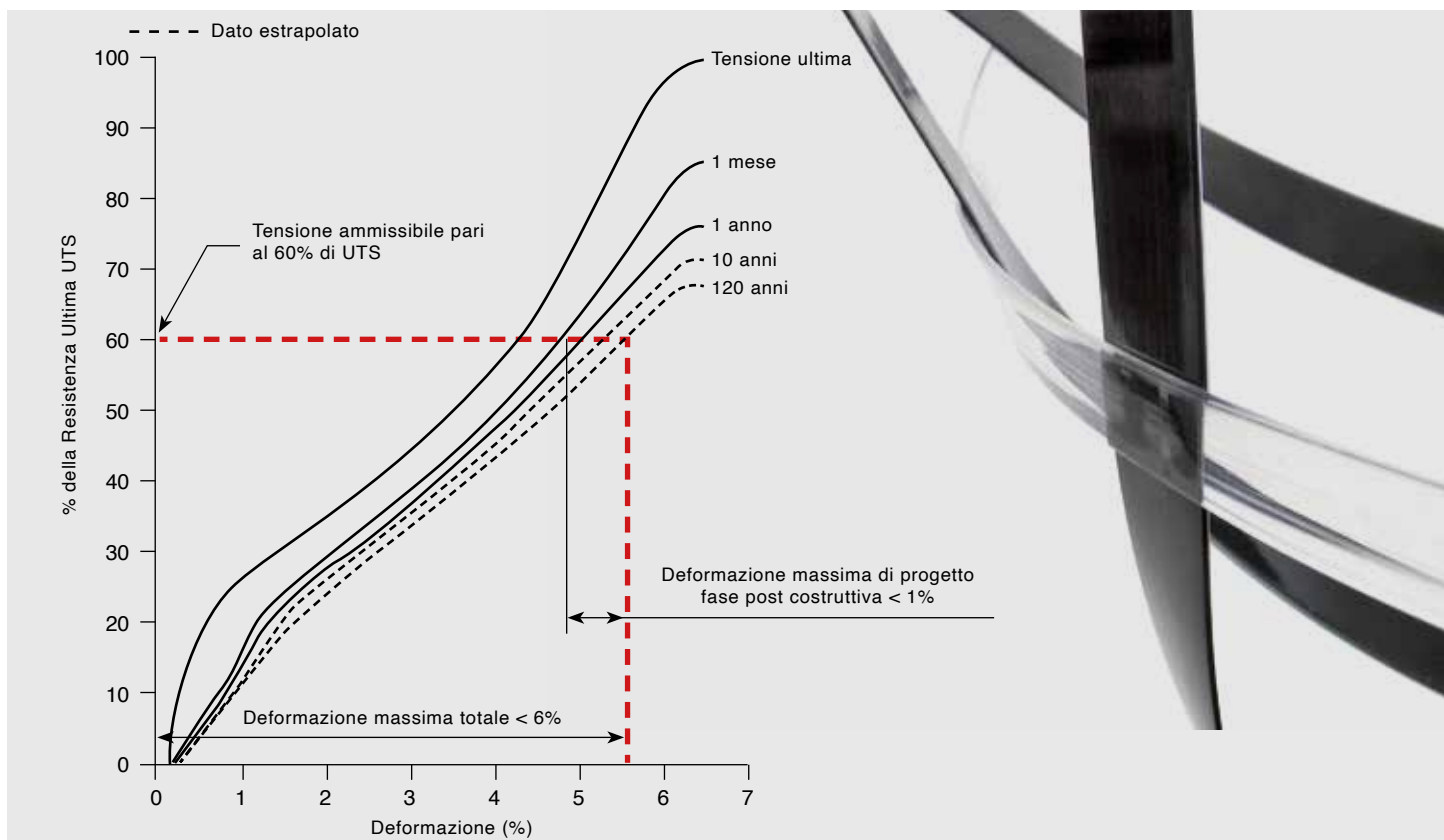

Fig. 2: Curve isocrone **Enkagrid® PRO**: esempio di valutazione della deformazione totale ed in fase post costruttiva
Le caratteristiche meccaniche a breve termine di un rinforzo costituiscono un punto di partenza essenziale per il suo dimensionamento. Per conoscere però quale sarà il suo comportamento nel medio/lungo termine è essenziale avere a disposizione le sue specifiche "curve isocrone". Tali curve consentono di individuare con chiarezza il comportamento nel tempo di una specifica geogriglia e quindi comprendere il suo livello qualitativo e la sua affidabilità. Esaminando il grafico di fig. 2 si può osservare come l'**Enkagrid® PRO** presenti una bassa deformazione complessiva ed una bassissima deformazione post costruttiva.
- (P_c): resistenza del rinforzo t_{ult} ridotta per effetti di creep in base alla vita utile dell'opera e dimensionata in base alle curve isocrone (vedi fig. 2)